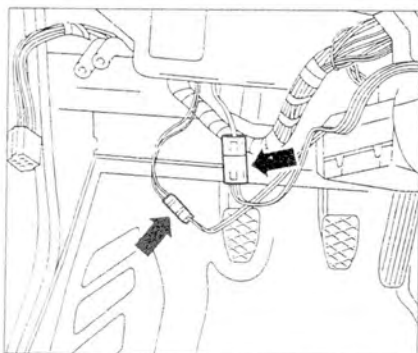

Рис. 7.7. Отсоедините разъемы (стрелки) и снимите витую катушку с рулевой колонки.
10. Отсоедините разъемы (стрелки) и снимите витую катушку с рулевой колонки (рис. 7.7).